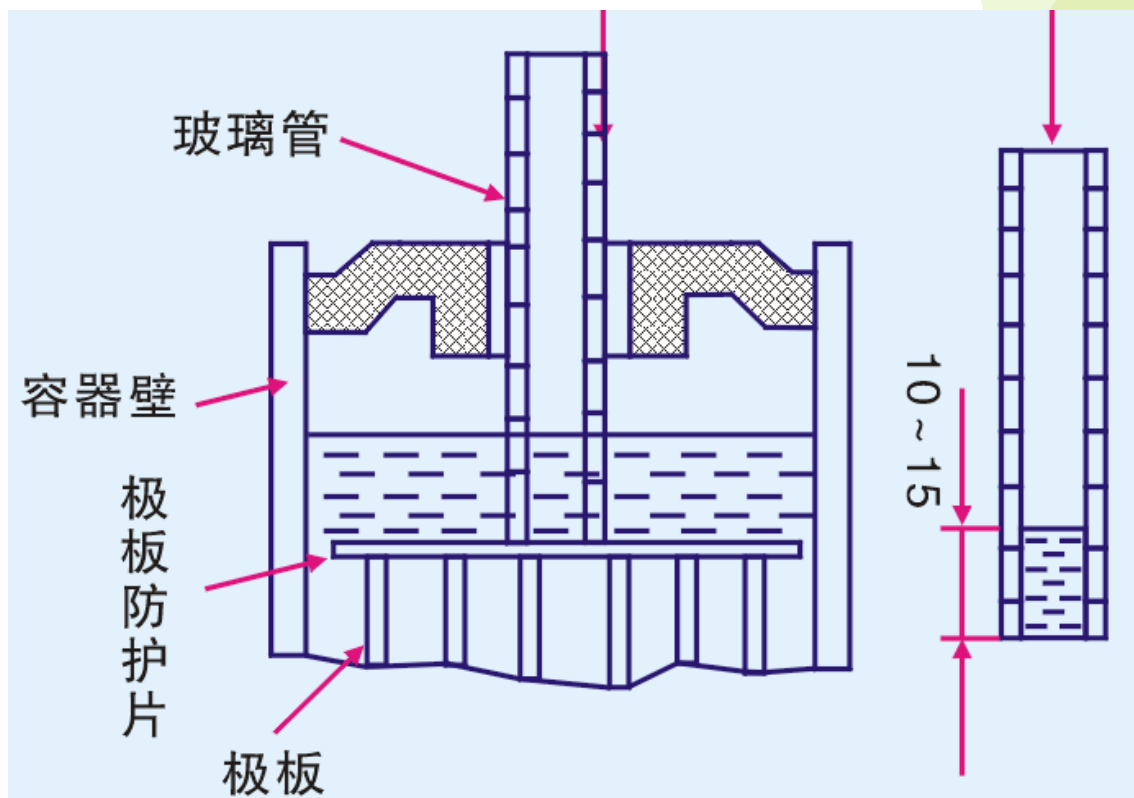

图5-5 蓄电池电解液液面检查
- ❖ （4）电解液液面低于极板，使露出液面部分的极板硫化，见图5-5。